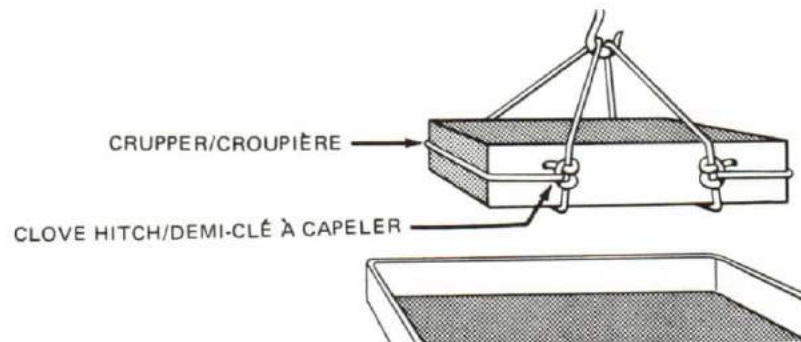

Figure 11-16
3. A heavy case without handles may be lifted using two strops of equal length, but you will sometimes need to fit a crupper, as shown in Figure 11-16 so that the strops are kept apart, and the case does not slip out.
3. On peut soulever une caisse lourde qui n'a pas de poignées en utilisant deux estropes d'égale longueur, mais il faudra parfois y installer une croupière, comme le montre la figure 11-16, qui gardera les deux estropes écartées de manière à empêcher la caisse de tomber.